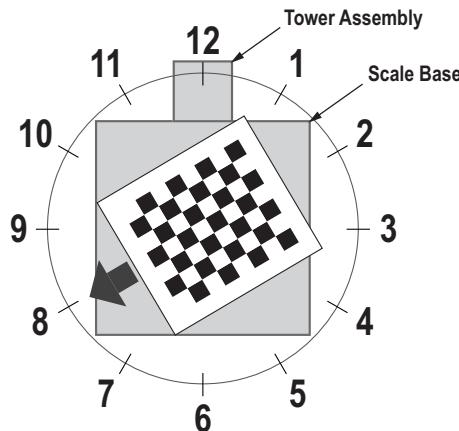

Figura 5-14. Gire a las 8 en punto
13. Alinee el objeto de calibración de modo que las cruces estén centradas. Gire el objeto de calibración a las 8 en punto con el conjunto de la torre a las 12 en punto. (Figura 5-14).